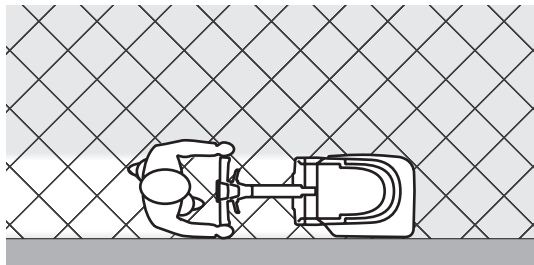

Figure 3
6. Manœuvrer la machine avec les mains sur les poignées (6) et entamer le travail de lavage/séchage du sol.
*Les poignées (6) sont munies d'un capteur pour le démarrage de la brosse et de la solution à condition que l'opérateur garde au moins une main sur une poignée.*
8. Pour ramasser les débris de moyenne/grande dimension, soulever l'embouchure avant en poussant sur le levier (7). Pour garder constamment l'embouchure avant soulevée, pousser sur le levier (7) et le bloquer avec la touche (9-A).
9. Au besoin, pour utiliser et maintenir l'inclinaison du guidon libre, pousser sur le levier (8) et le bloquer avec la touche (9-B).
*Pour débloquer la fonction des touches (9-A, 9-B) et retourner avec l'embouchure avant abaissée ou le guidon en position fixe, pousser brièvement sur le levier de l'embouchure (7) ou le levier d'inclinaison du guidon (8).*
10. Si le sol est souillé par une saleté particulièrement résistante, on peut augmenter la pression de la brosse sur le sol en tournant la poignée (19) dans le sens contraire des aiguilles d'une montre. Tourner la poignée (19) dans le sens des aiguilles d'une montre pour diminuer la pression.
*Pour un lavage / séchage correct du sol près des murs, Nilfisk recommande d'approcher le côté droit de la machine, comme illustré dans la figure 3.*